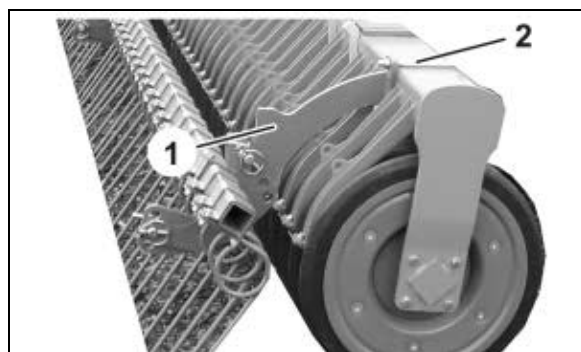

Fig. 16
- o klembeugels (Fig. 16/2) links en rechts losmaken en zaadeg met houder (Fig. 16/1) wegnemen.